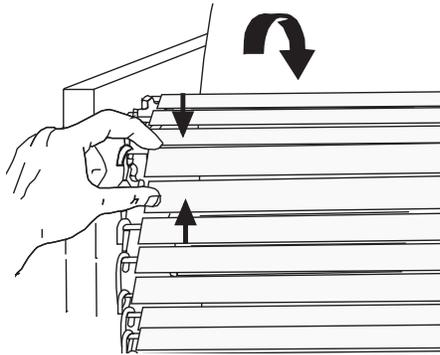

Figura 4. Retiro del eslabón de la cadena
8. Desconecte la cadena de la correa transportadora apretando cualquier par de eslabones juntos y desenganchando ambos extremos de un eslabón (Figura 4). Puede necesitar alicates de punta.
**AVISO:** Los extremos de los ganchos deben apuntar hacia abajo (Figura 4).